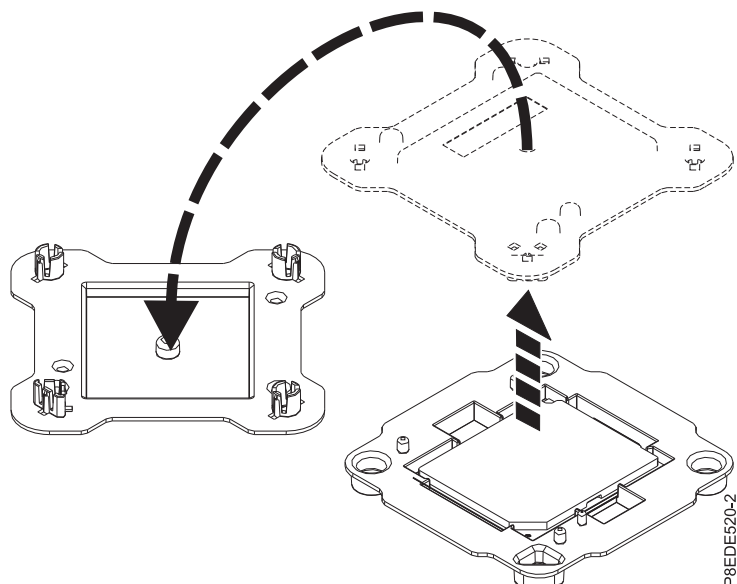

図 23. システム・プロセッサ・モジュールのパッケージを開く
2. 新しいシステム・プロセッサ・モジュールのパッケージを開き、カバーを上下逆にしてトレイの隣に置きます (27 ページの図 23 を参照)。カバーは、再取り付けするシステム・プロセッサ・モジュールに使用されます。